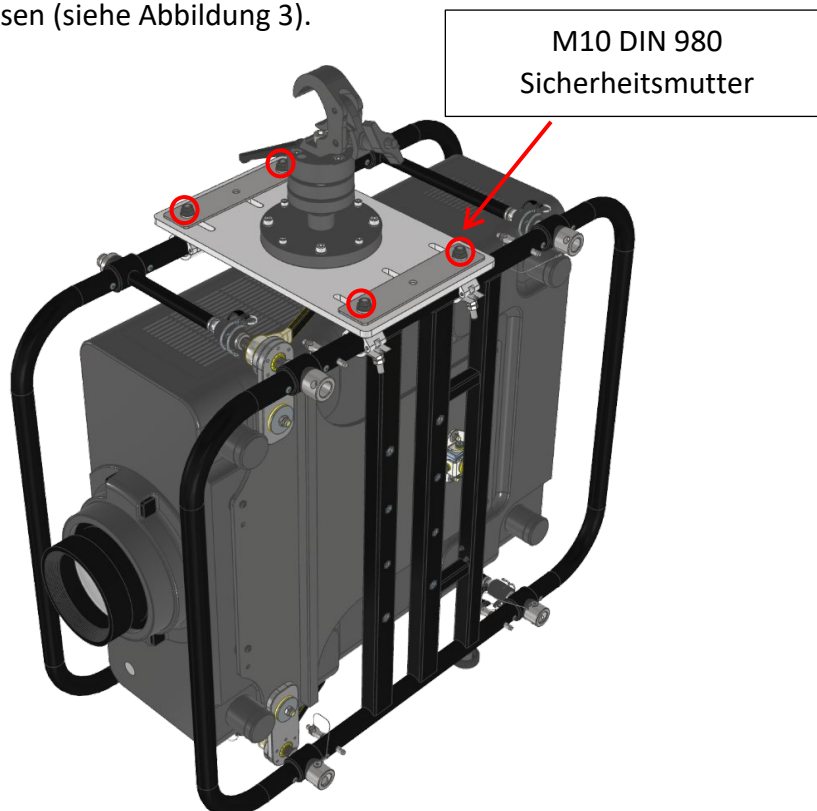

Abbildung 4 Befestigung von PORAD an EVO FRAME
Schritt 3: Stellen Sie sicher, dass die Edelstahlplatten, an denen die Rigging-Klemmen befestigt sind, parallel zueinander angeordnet sind. Ziehen Sie nun die M10-Sicherheitsmutter nach DIN 980, die sich oben auf den Edelstahlplatten befinden, wieder fest an. Siehe auch Kapitel 8.1 Einstellen der Schellen Position sowie Abbildung 4.